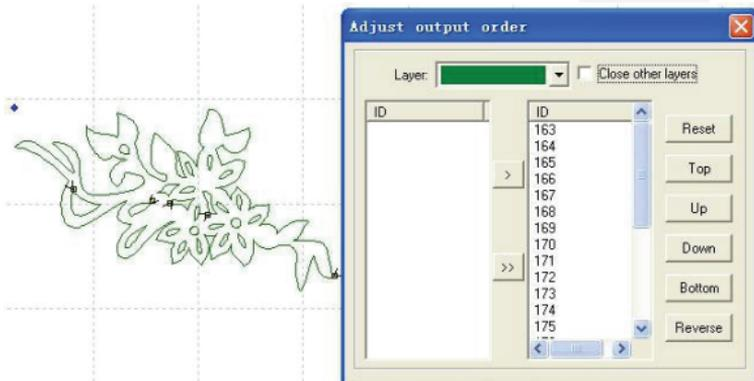

Рис. 19. Определение порядка вывода слоев графики
**Output order (Порядок вывода).** Этот инструмент позволяет задать последовательность обработки графических объектов проекта (рисунок 19). Каждый идентификатор представляет отдельный графический объект, меняя их положение, вы меняете последовательность обработки.